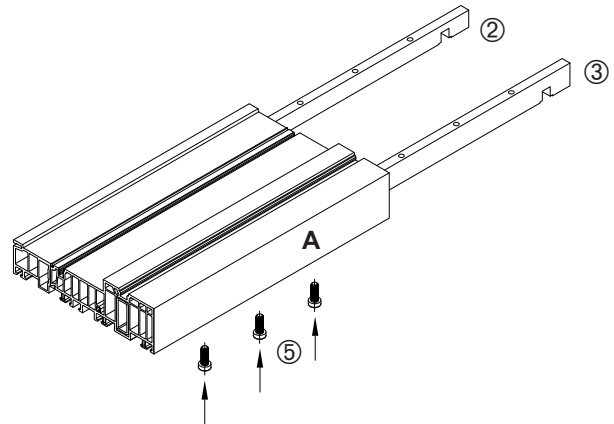

Abb. 1
2.1 Die Verbindungsleisten (2 + 3) in Schwelle "Teil A" einschieben und mit Zylinderschrauben **M6 x 16** (5) locker verschrauben (Abb. 1).